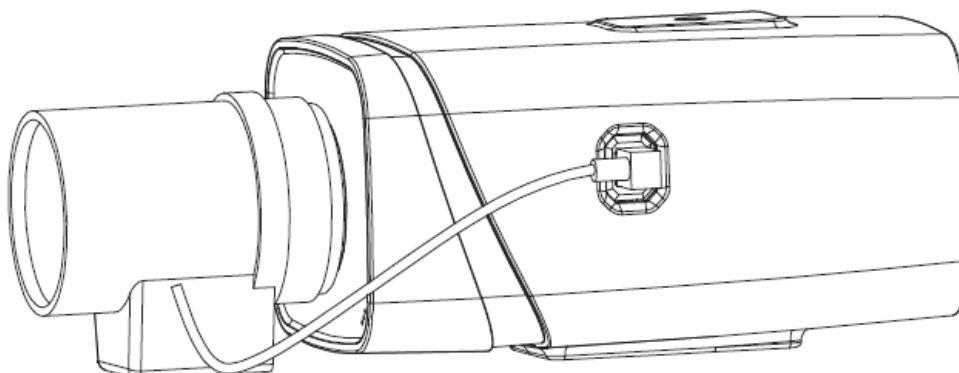

Рисунок 5.2 – Подключение кабеля объектива
2. Вставьте разъем кабеля объектива в разъем АРД (автоматическая регулировка диафрагмы) на боковой панели устройства (Рисунок 5.2).